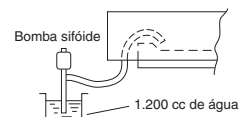

Fig. 3-15
- (3) Verta aproximadamente 1.200 cc de água no recolhedor de drenagem utilizando uma bomba sífoide através da grade da saída de ar. (Fig. 3-15)